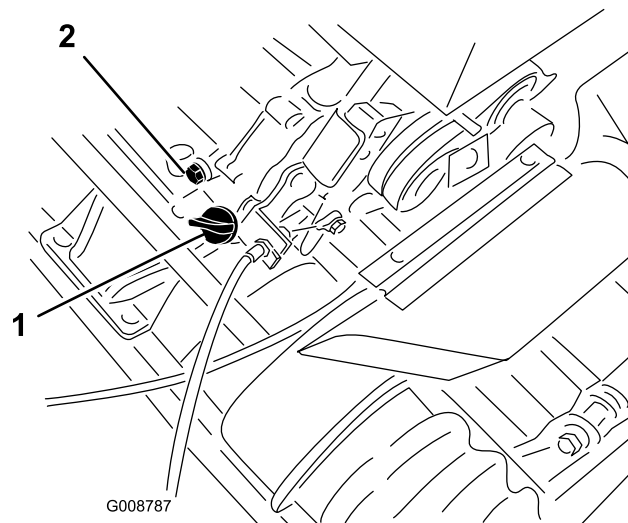

図 19
- エンジンが水平になるように駐車し、オイル・ゲージの周囲をきれいに拭く (図 19)。
- 機体下にあるドレン・プラグ (図 19) の下に廃油受けを置く。